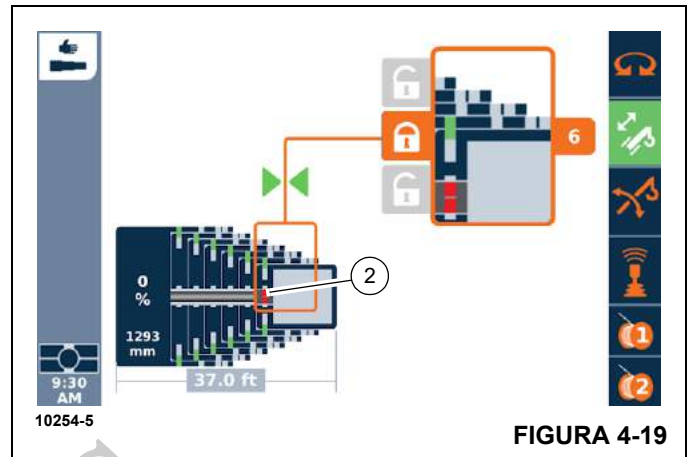

FIGURA 4-19
2. Confirme a seleção — os pinos de travamento (2, Figura 4-19) serão retraídos.